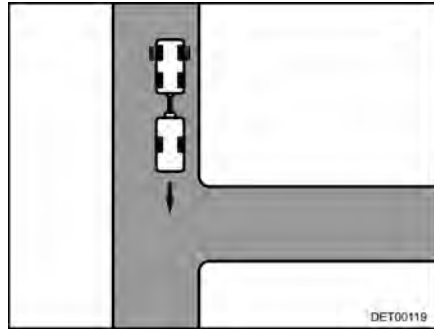

Fig. 13 Svolta all'incrocio
- Avvicinarsi all'incrocio, fino a che la coda del caravan si trovi all'altezza di questo (Fig. 13).